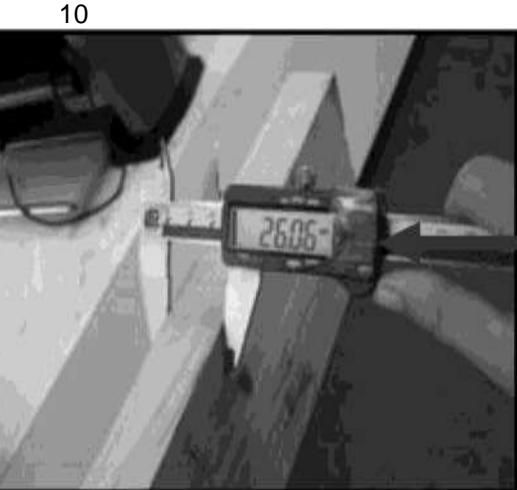

Рис. 21
10.3.10. Произведите пробное строгание заготовки, выполните инструментальное измерение толщины обработанной заготовки и сравните с показанием цифрового измерения, Рис. 21.
**Примечание:** Рекомендуем каждый раз перед началом работы проверять правильность показаний цифрового индикатора. Для этого блок строгального вала переведите в нижнее положение, сравните показание цифрового индикатора. Если значение отличается от ранее установленного, нажмите на кнопку (50). На дисплее высветится ранее установленное, откорректированное значение толщины обработанной заготовки в крайнем нижнем положении строгального вала.